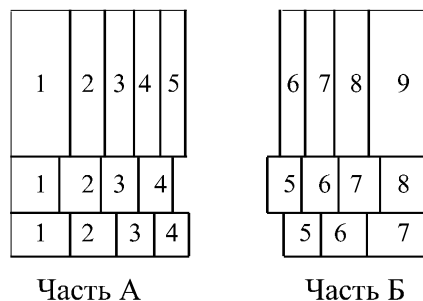

Рисунок 9
- выйти из зоны обнаружения и убедиться, что световой индикатор выключен. Если индикатор не выключается или произвольно «включается», то определить источники помех и принять меры к их устранению. Если это невозможно, то следует изменить ориентацию извещателя поворотом в горизонтальной плоскости на 10-15 ° или изменить место его установки. При необходимости устранить отдельные элементарные чувствительные зоны (рисунок 9);
5.2 Вырезать ножницами из таблички (ограничителя зоны) часть, соответствующую лучам, которые требуется исключить (часть А). Лучи 1, 9, 8, 7 резать по сплошной линии (рисунок 9).